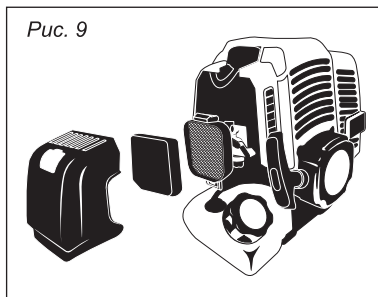

Рис. 9
**9.1. Воздушный фильтр (рис. 9)**